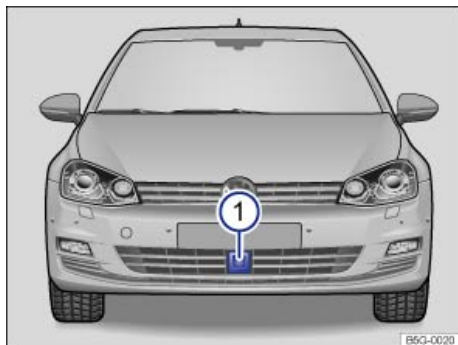

Fig. 212 En el paragolpes delantero: sensor de radar.
En el paragolpes delantero va montado un sensor de radar para captar la situación del tráfico ⇒ fig. 212 (1). Este sensor permite detectar vehículos que circulen por delante a una distancia de hasta 120 m aprox.